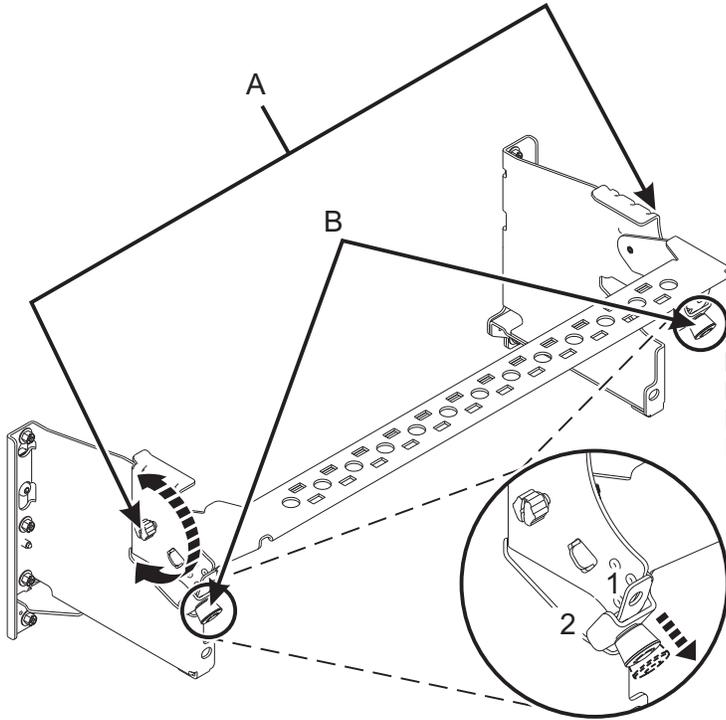

図 36. 操作位置へのケーブル管理ブラケットの設置
- 6. ケーブル管理ブラケットを操作位置に置きます。 38 ページの図 36を参照してください。
- a. 1/4 回転ファスナー (B) を引き出し、ケーブル管理ブラケットを下げた位置まで移動させながら、それらのファスナーを回転させて解放します。
- b. 1/4 回転ファスナー (B) を回転させ、ブラケットにかみ合わせて所定の位置にロックします。
- c. つまみねじ (A) を時計回りに回して、ケーブル管理ブラケットを固定します。